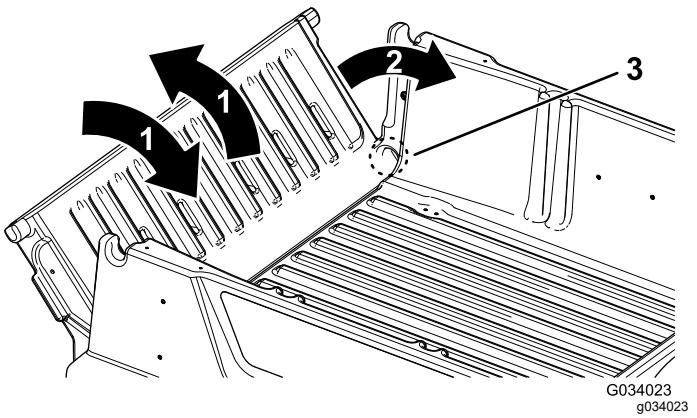

Рисунок 17
3. Короткими движениями, встряхивая, переместите откидной борт назад и вперед несколько раз (Рисунок 17).